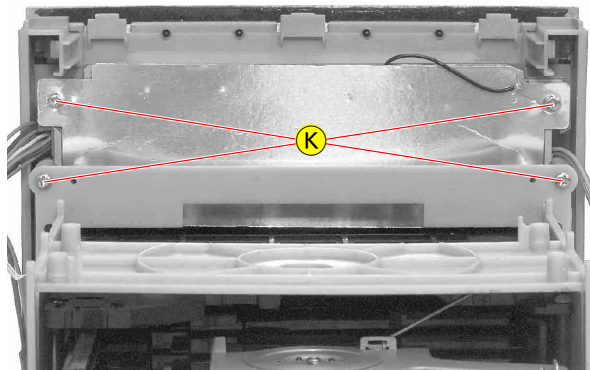

Fig. 7
- 7 Schrauben (K) (Fig. 7 und 8) herausdrehen.
- Undo 7 screws (K) (Fig. 7 and 8).